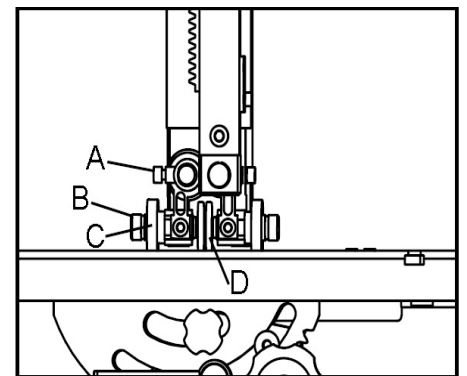

Fig. 14 : Guide de la lame
3. Pour régler les galets de guidage latéraux (fig. 14, D), desserrez les plaquettes de serrage (fig. 14, C) et réglez les galets de guidage à l'aide de la vis de réglage (fig. 14, B) de manière à obtenir un espace d'environ 0,5-0,7 mm entre les galets et la lame de scie. Si l'écart est trop petit, les lames s'useront plus rapidement !
4. Resserrez les plaquettes (fig. 14, C).
5. Desserrez la vis (fig. 14, A) et poussez le galet de guidage arrière contre la lame de scie.
6. Resserrez la vis (fig. 14, A).